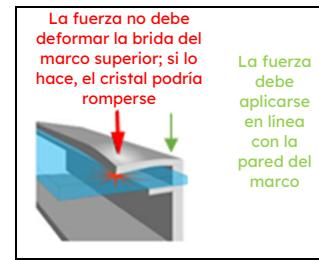

Figura 1a: Ubicaciones de fuerza de abrazaderas
- 1) **Abrazaderas o clips de presión:** Monte el módulo con los clips sujetos a los lados más largos del marco del módulo, Consulte los intervalos permitidos en la Sección 5,0 (Apéndice), Los instaladores deben asegurarse de que las abrazaderas tengan la resistencia suficiente para permitir la máxima presión de diseño del módulo, Maxeon Solar Technologies no proporciona clips ni abrazaderas, Las abrazaderas que se fijan a la parte superior del marco no deben deformar la brida superior, Las abrazaderas deben aplicar fuerza colineal con la "pared" del marco del módulo y no solo a la brida superior, Las abrazaderas no deberán ejercer una fuerza excesiva sobre el marco, deformar la brida superior ni entrar en contacto con el cristal; estas prácticas anularán la garantía del módulo y supondrán un riesgo de rotura del cristal y el marco, La Figura 1a ilustra las ubicaciones para la fuerza de sujeción del marco superior, Evite sujetar con abrazaderas a una distancia de menos de 50 mm de las esquinas del módulo para reducir el riesgo de desviación de la esquina del marco y de rotura del cristal, Al sujetar con abrazaderas al marco del módulo, el par nunca debería superar los 15 Nm a fin de reducir las posibilidades de deformación del marco, Debe utilizarse una llave dinamométrica calibrada, Los sistemas de montaje deben evaluarse para determinar su compatibilidad antes de la instalación, especialmente cuando el sistema no utiliza abrazaderas ni clips, Contacte con Maxeon Solar Technologies para que aprobemos el uso de abrazaderas o clips de presión no estándar allí donde los valores de par sean superiores a los indicados,